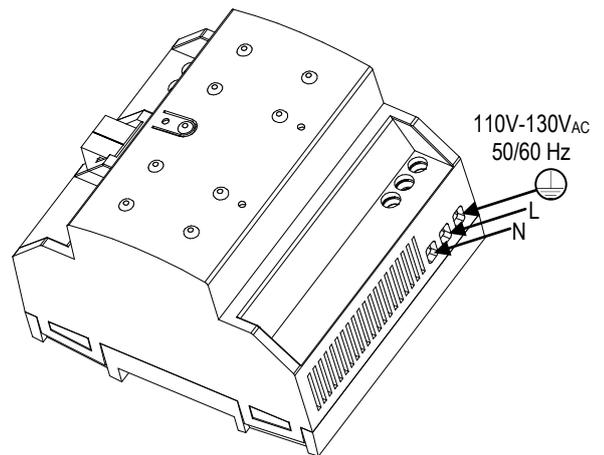

Figure 2: Installation et connexion ZPS640MPA110
- L'alimentation principale doit être branchée sur les connecteurs L, N et terre comme indiqué dans le schéma de la figure 2.